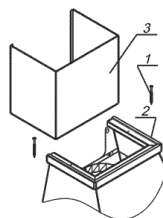

рис. 4
6.2 Для вытяжек «Амбир 60», «Грильяж 60», «Капелла 60», «Пирамида 90». Прежде чем повесить вытяжку, установите фальштрубу (рис. 4). Отверните винты - 1, которые крепят верхнее обрамление - 2. Установите фальштрубу - 3 на обрамление и прикрепите обрамление вместе с фальштрубой.